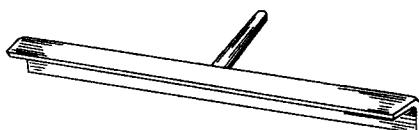

图 1-14 摊灰尺
(6) 摊灰尺 用于摊铺灰浆，铺刮砂浆，如图 1-14 所示。